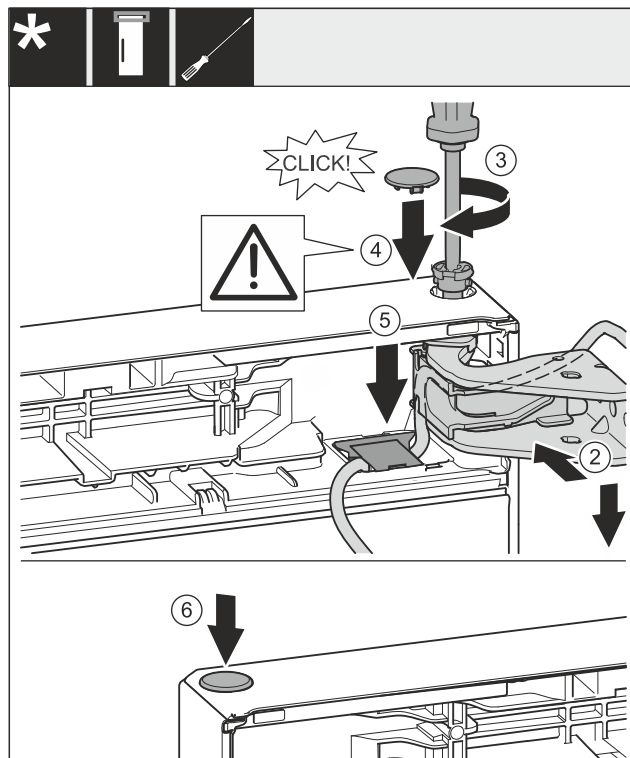

Fig. 31
- ▶ Igazítsa be az ajtót felül a csapágybak nyílásához. Fig. 31 (1)
- ▶ Helyezze be a csapot, és húzza meg a T15 csavarhúzóval. Fig. 31 (2)
- ▶ Szerelje fel az ajtót biztosító biztonsági fedelet: Helyezze be a biztonsági fedelet, és ellenőrizze, hogy felfekszik-e az ajtóra. Egyébként teljesen helyezze be a csapszeget. Fig. 31 (3)
- ▶ Helyezze be a fedelet, és nyomja le, míg a helyére nem pattan. Fig. 31 (5)
- ▶ Helyezze be a dugót. Fig. 31 (6)